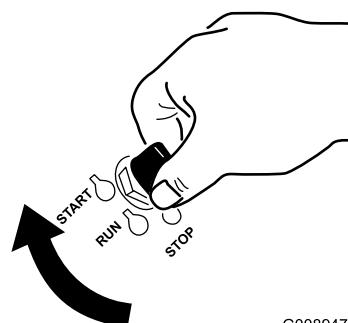

Figure 12
1. Tournez la clé de contact à la position de démarrage (Figure 12). Relâchez la clé quand le moteur démarre.
7. Tournez la clé de contact à la position de démarrage (Figure 12). Relâchez la clé quand le moteur démarre.